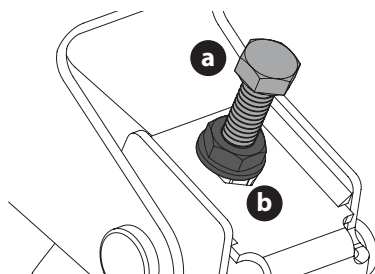

Figura 38
3. Ubique los pernos de ajuste (a) del lado izquierdo y derecho de la plataforma (Figura 38).
4. Afloje pero no extraiga las contratueras (b) en el perno de ajuste. Ajuste el perno de ajuste derecho o izquierdo arriba o abajo según sea necesario hasta que la altura de un lado a otro sea equivalente (Figura 38).
5. Cuando se logra el ajuste correcto, vuelva a apretar la contratuerca (b). Ajuste hasta 200 pulgadas-libras (23 N-m) (Figura 38).